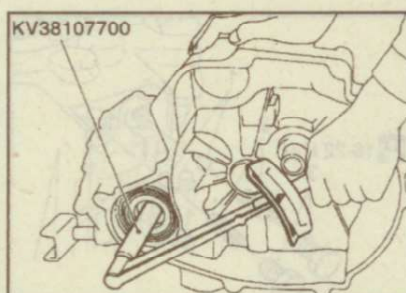

Рис. 9.165. Измерение начального крутящего момента главной передачи
5. Измерьте начальный крутящий момент главной передачи (рис. 9.165).